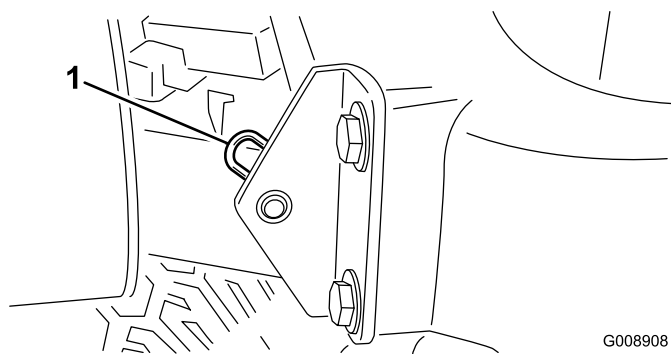

Рисунок 30
2. Снимите шпильку крепления оси поворота капота к монтажным кронштейнам (Рисунок 30).